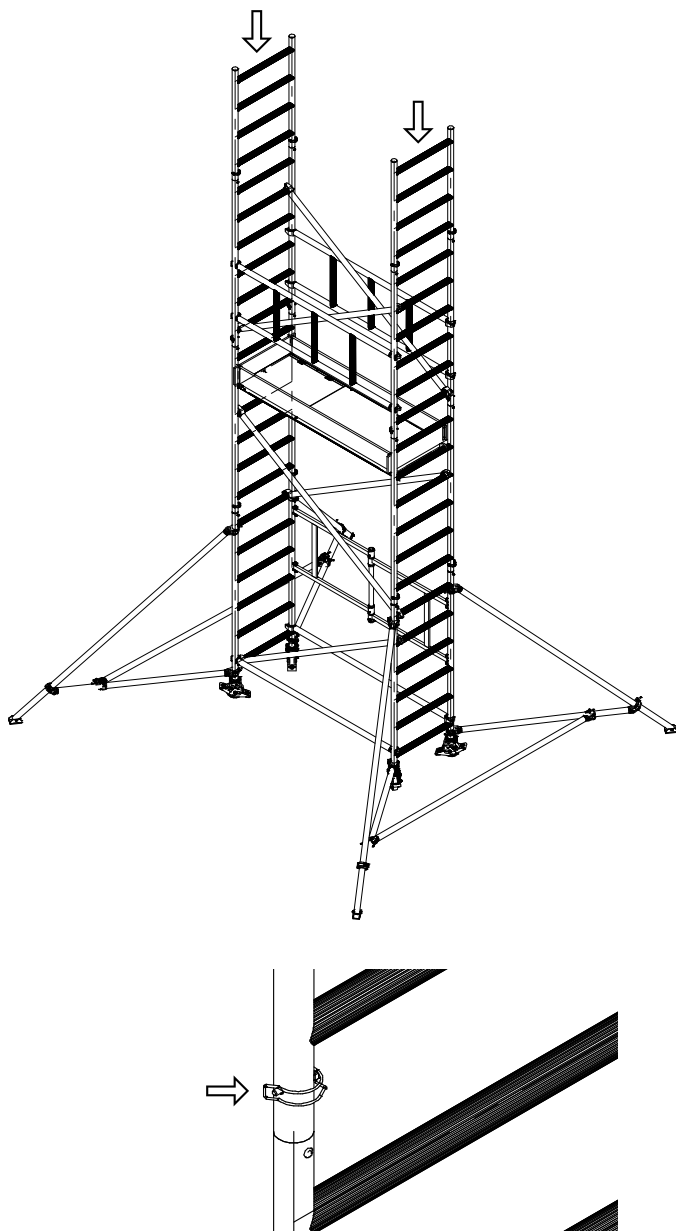

Rys. 56 Montaż krawężników poprzecznych
13. Następnie zamocować zestaw krawężników (Rys. 56 i Rys. 57). Montaż rozpocząć od krawężników poprzecznych, a następnie zamontować krawężniki wzdłużne.